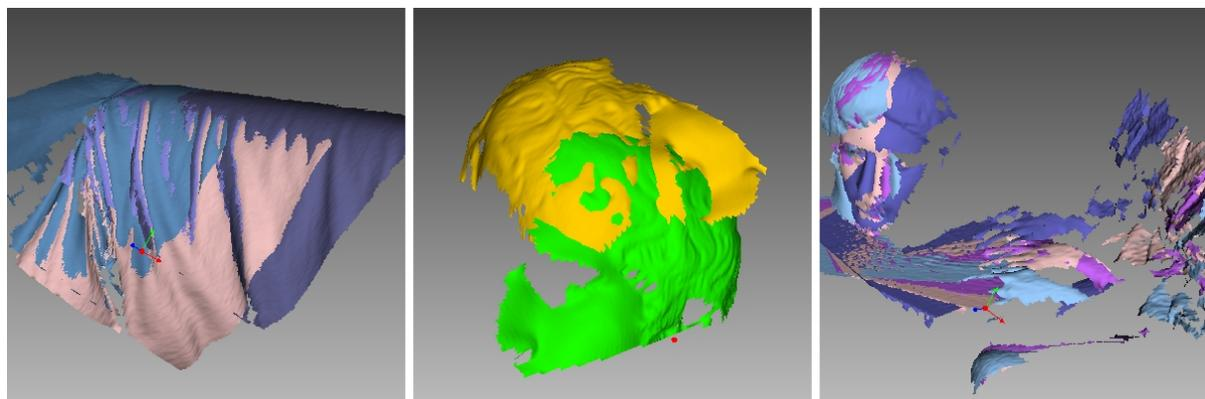

Abbildung 58: Mögliche Scan-Fehler.
- Falsch ausgerichtete Frames (siehe Abb. 58, links) – können bei kleinen Objekten, zu wenigen geometrischen Features auf dem Objekt oder bei zu geringer Polygonanzahl in den Frames auftreten.
- Falsch ausgerichtete Teile (siehe Abb. 58, Mitte) – entstehen, wenn der Algorithmus zur Echtzeit-Ausrichtung die Position eines neuen Frames relativ zu den vorhergehenden falsch bestimmt.
- Unerwünschte Objekte im Frame (siehe Abb. 58, rechts).